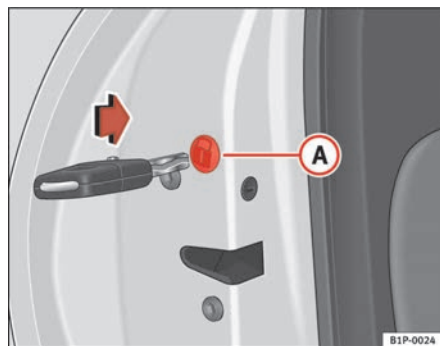

Fig. 59 Chiusura di emergenza delle porte
Aprire la porta e rimuovere il tappo (A) ⇒ fig. 59 su cui è disegnato un lucchetto. Rimarrà scoperto un componente circolare e girevole con una feritoia in centro. Introdurre la chiave nella feritoia e girare il componente in senso orario per le porte a destra e in senso antiorario per le porte a sinistra.